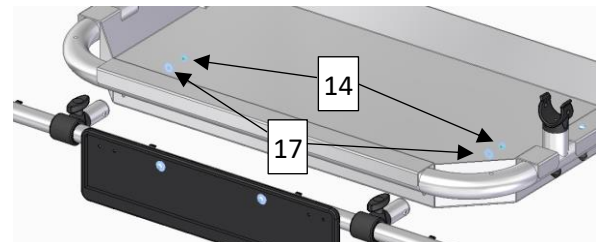

Abbildung 16
Montieren Sie die Verbindungsrohre (2) vor der Montage an der Wanne an der Beleuchtungsleiste (1). Führen Sie die Gewinde der Verbindungsrohre (2) durch die Bohrungen in der Einlegewanne und sichern Sie sie von der anderen Seite mit einer Unterlegscheibe (17) und einer Sechskantmutter (14) (6Nm – siehe Abb. 16).